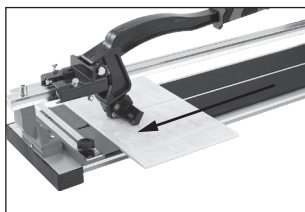

рис. 2
6. Проведите плавно каретку вдоль разметки в направлении от себя с небольшим нажимом. Допускается проводить роликом по поверхности плитки только один раз, в противном случае рез может получиться неровным (рис. 2).